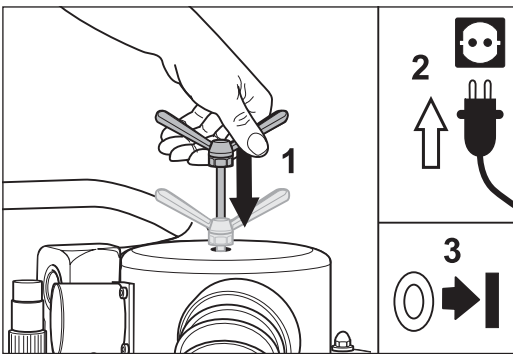

Fig. 23 Meta la barra vibratoria hasta el tope en la unidad de filtro (1.). Primeramente después reconecte la máquina (3.).
- 5 Finalizada la limpieza hay que observar si la barra vibratoria está metida hasta el tope en la unidad de filtros (Fig. 23). De lo contrario, el filtro será cargado innecesariamente con mucho polvo, teniéndolo que limpiar más frecuentemente.